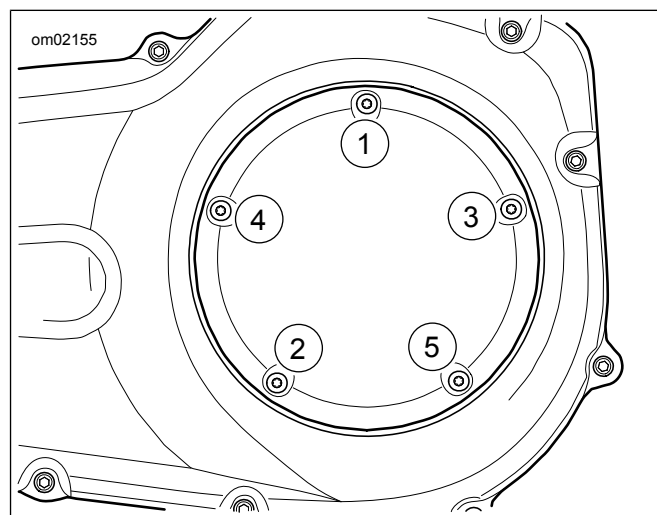

Figura 2. Sequenza di serraggio
5. Vedere Figura 2 Serrare le viti del coperchio di accesso alla frizione nella sequenza mostrata.